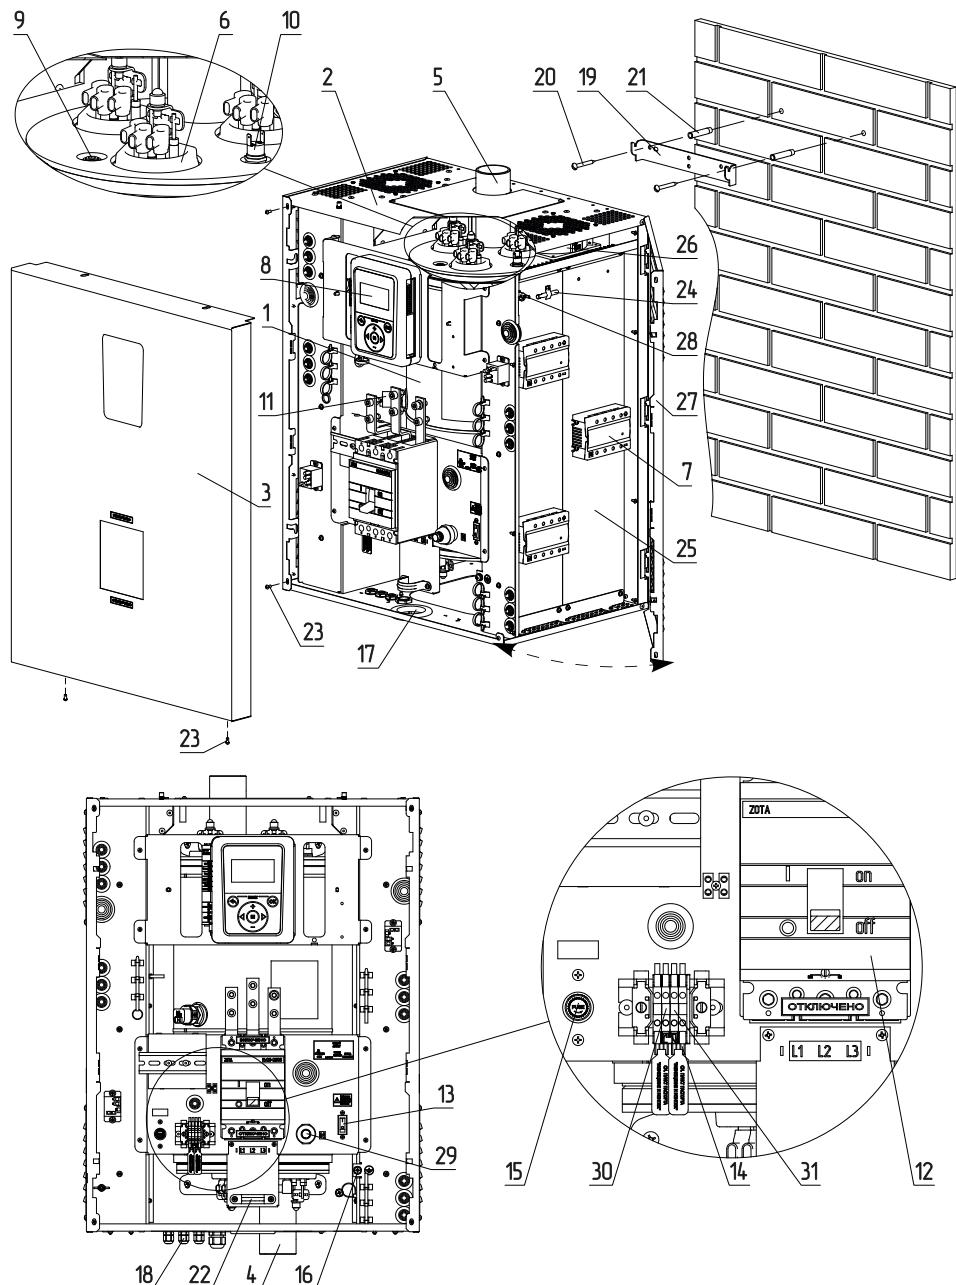
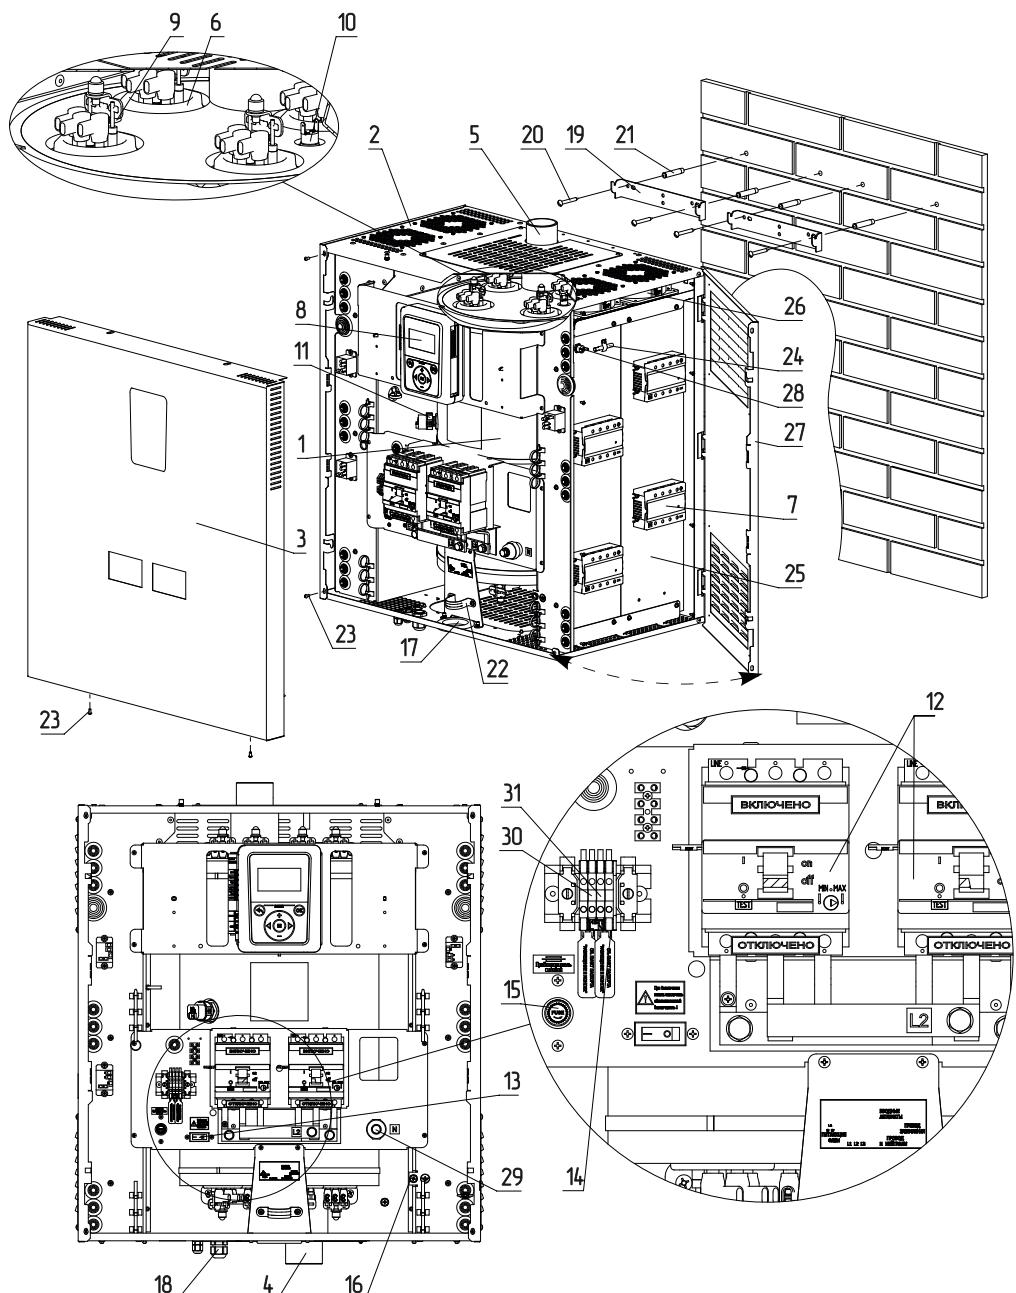

Рис.5 Устройство электрического котла ZOTA SOLID-X 72-100 кВт
Рис.6 Устройство электрического котла ZOTA SOLID-X 133 кВт
Закрепите настенный кронштейн на вертикальной поверхности в необходимом месте с помощью шурупов, входящих в комплект, и установите на него котел, как показано на **Рис.1, Рис.2, Рис.3, Рис.4, Рис.5, Рис.6**.
- включить вводной автомат (**Рис.1, Рис.2, Рис.3, Рис.4, Рис.5, Рис.6, поз.13**) вместе с дистанционным расцепителем в верхнее положение;
- перевести выключатель (**Рис.1, Рис.2, Рис.3, Рис.4, Рис.5, Рис.6, поз.15**) в положение ВКЛ;